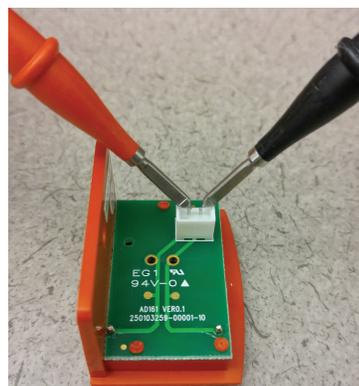
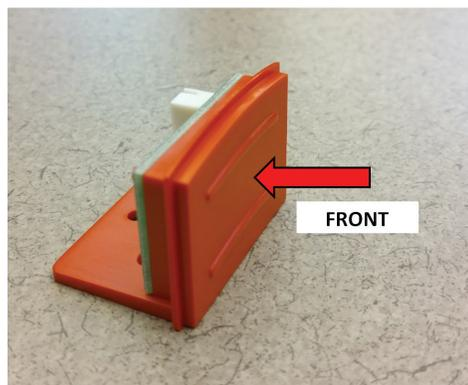

Fig 1.
Fig. 2
- Retire el sensor RPM de la moto con un destornillador y luego use un multímetro para comprobar la continuidad en el sensor RPM (Fig. 1) y agitar un imán 1-2mm de la parte delantera del sensor (Fig. 2).